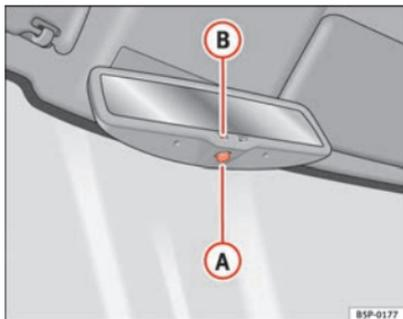

Fig. 67 Retrovisor interior com regulação automática para posição de antiencandeamento.
- Premir o botão (A) ⇒ Fig. 67. O aviso de controlo (B) apaga-se.
- Premir o botão (A) ⇒ Fig. 67. O aviso de controlo acende-se.